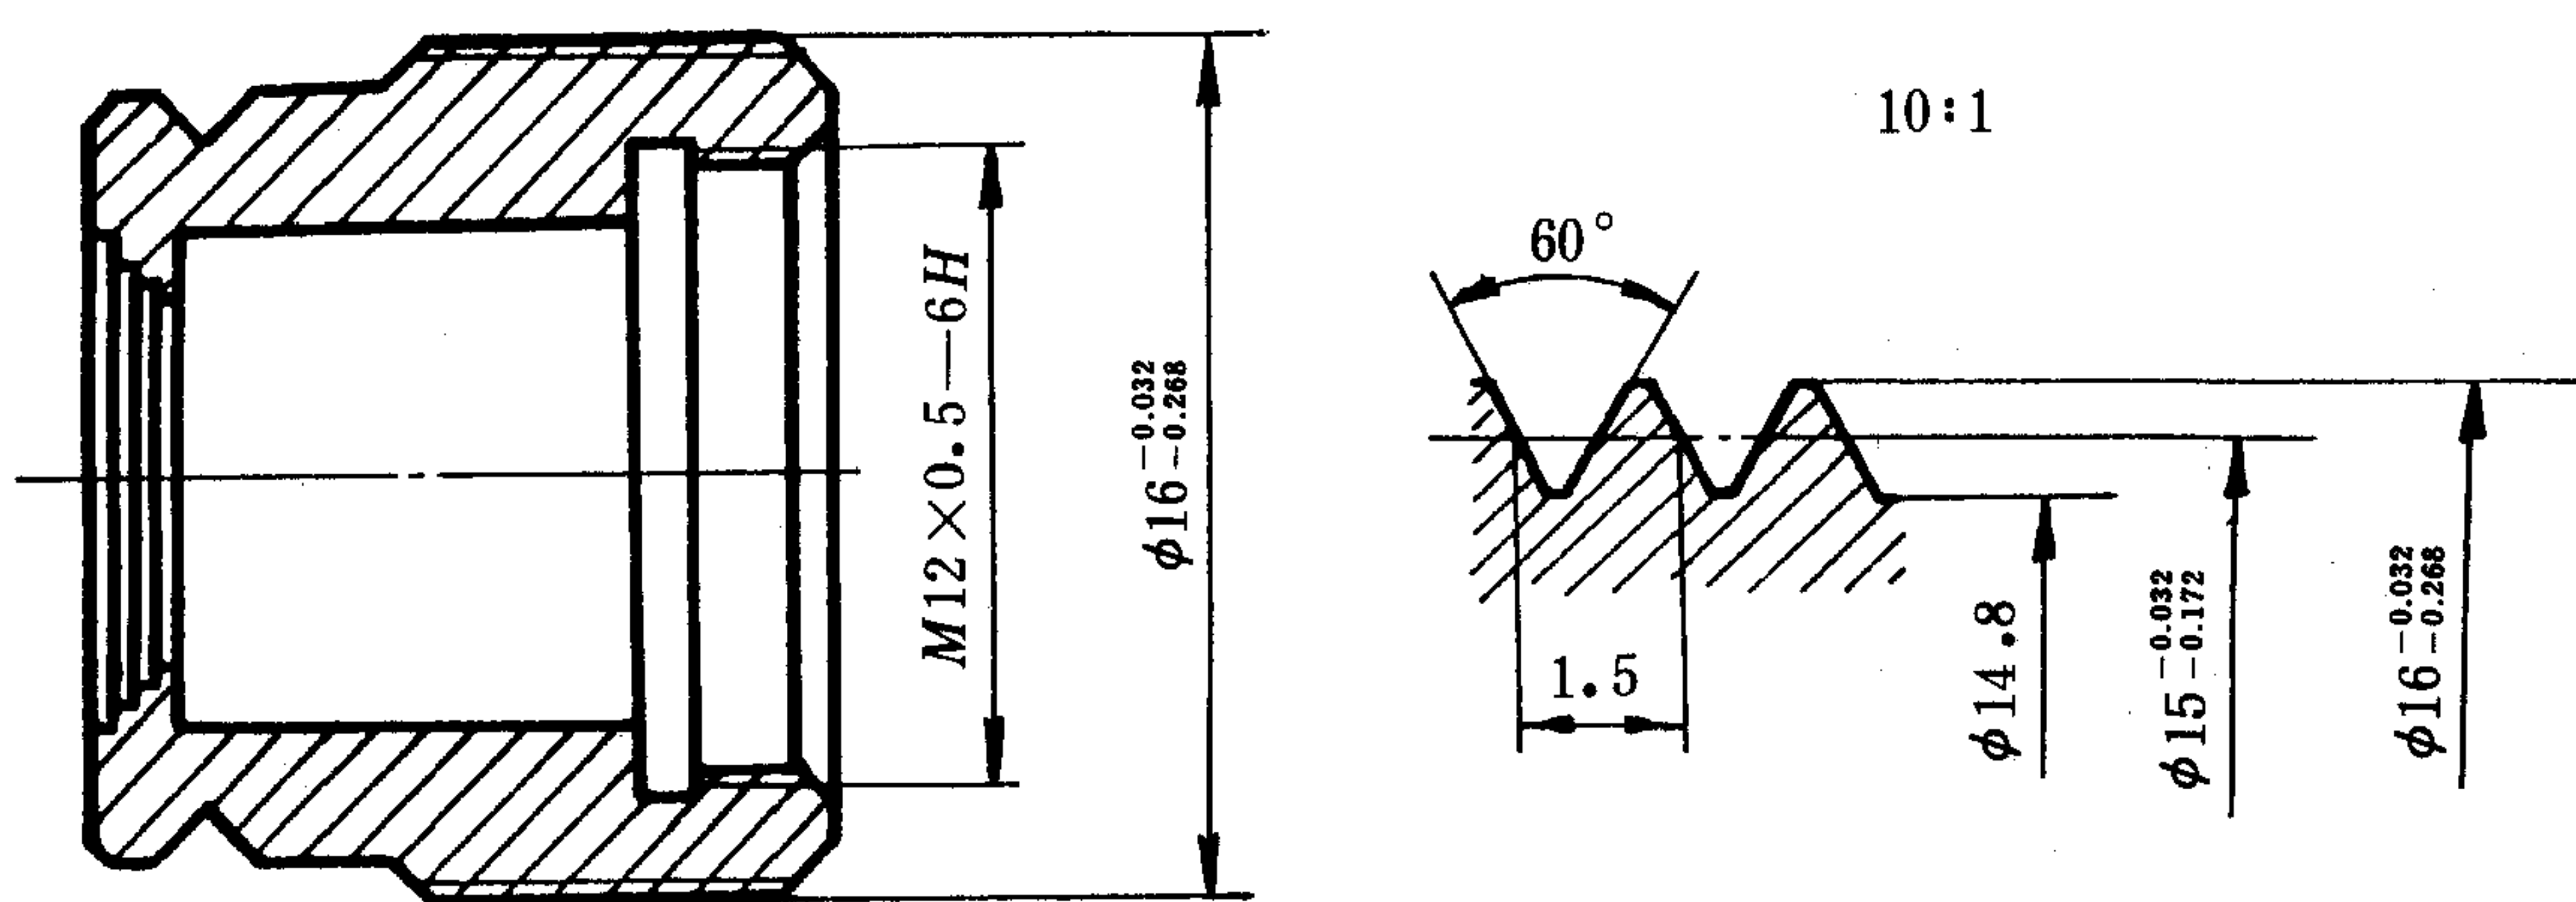

图 24
4.5 非标准的螺纹,应画出螺纹的牙型,并注出所需要的尺寸及有关要求(图 24)。